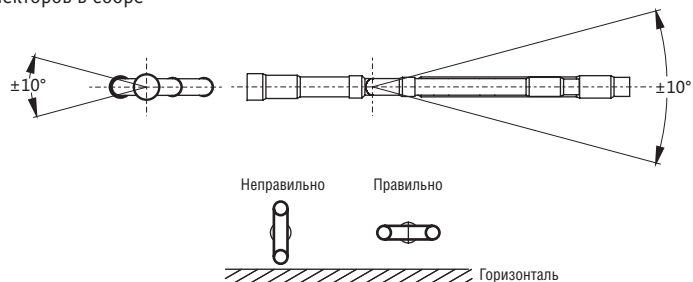

Рис. 4.10
- 3) Коллектор должен быть установлен как можно горизонтальнее, и угловая погрешность не должна превышать 10°. В случае неправильной установки, изображенной на рис. 4.10, возможен тот или иной отказ оборудования.